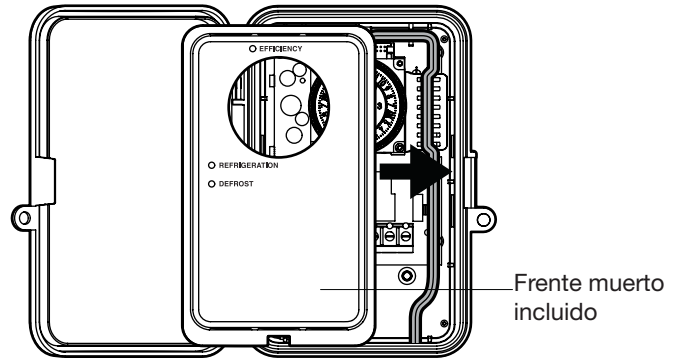

FIG. 10 Colocar el frente muerto incluido
2. Vuelva a colocar la cubierta del frente muerto en su lugar, si corresponde. Consulte FIG. 10.